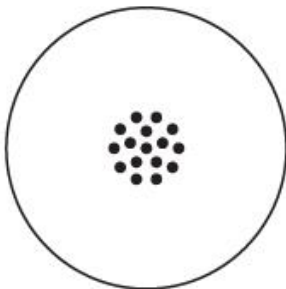
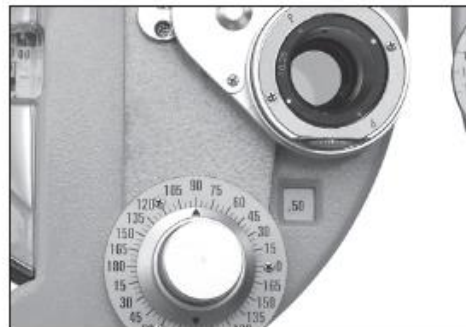
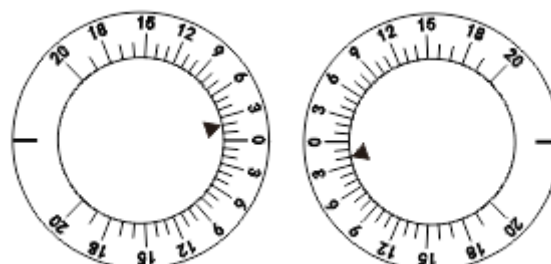

Abb.34
Abb.35
Abb. 41
- (2) Projizieren Sie das Punktdiagramm des Kreuzzylinders wie in Abb. 34 gezeigt. Drehknopf drehen ⑲ mit Finger zum Drehen der Kreuzzylinderlinse ⑳. Bitten Sie den Testteilnehmer dann, die beiden Bilder zu vergleichen, die er vor und nach dem Drehen der Kreuzzylinderlinse sieht. Stoppen Sie auf der besseren Seite. Wenn zum Beispiel das, was der Testteilnehmer sieht, am klarsten ist, wie in Abb. 35 der Kreuzzylinderlinse gezeigt, drehen Sie den Zylinderlinsen-Achsenknopf ㉔ um die Achse der Kreuzzylinderlinse um 5° in Richtung des roten Punktes zu verschieben, damit die Position der Zylinderlinsenachse skaliert ㉔ ist auf 95° positioniert.
(6) Verwenden Sie das in Abb. 34 gezeigte Kreuzzylinder-Punktdiagramm mit dem gleichen Verfahren wie in (2) beschrieben. Bitten Sie den Testteilnehmer nun, die Diagramme zu vergleichen, die er sieht. Das Ergebnis ist als Abb. 38 dargestellt. Wenn die Testperson das klarste Diagramm sieht, wenn der rote Punkt mit dem Buchstaben P übereinstimmt (wie in Abb. 38 gezeigt), bedeutet dies, dass sich die Dioptrie der Testperson um 0.25 dpt hat (jetzt beträgt die Dioptrienstärke der Testperson 0.75 dpt).
ein. Tests werden für das linke und das rechte Auge unabhängig durchgeführt, wobei für beide Augen ein binokulares Prisma verwendet wird. Im Allgemeinen werden diese Tests als binokularer Gleichgewichtstest bezeichnet. Stellen Sie beide Augen auf O. Verwenden Sie die Tabelle in Abb.34 und stellen Sie die Prismen als $2\Delta U$ (rechtes Auge) und $2\Delta D$ (linkes Auge) ein (siehe Abb.41).